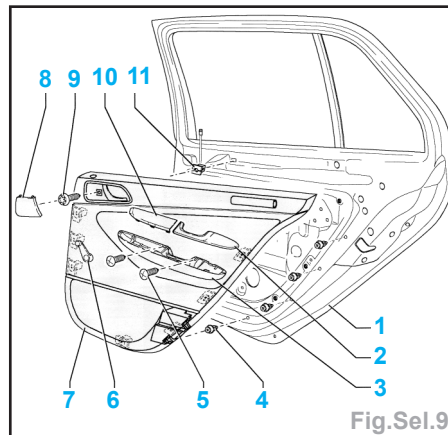

Fig.Sel.9
- Déposer la garniture de porte (Fig.Sel.9) :